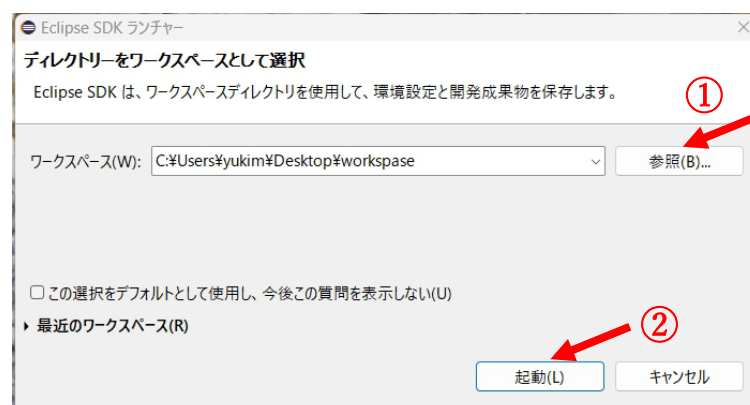

図 26 [Eclipse SDK ランチャー]ウィンドウの[ワークスペース]を選択する画面
- ② 図 26 のように[Eclipse SDK ランチャー]が起動するため、[ワークスペース]の項目の[参照]をクリックし、自身の workspace を選択し、[起動]をクリックする。